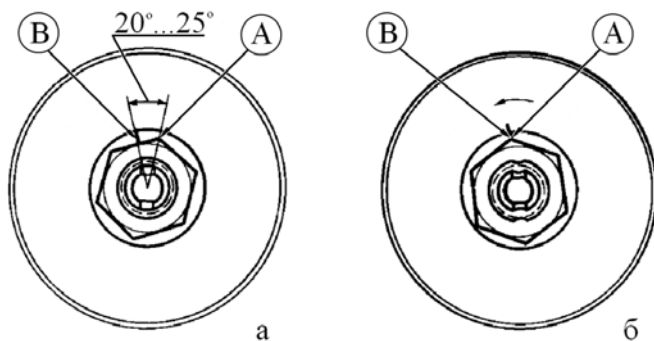

Рисунок 8 – Затягивание и регулировка подшипников ступицы переднего колеса:
7.7 Сделать отметку "В", рисунок 8 а, на шайбе, затем отвернуть гайку на $20^{\circ} \dots 25^{\circ}$ так, чтобы кромка "А" гайки немного не дошла до метки "В", рисунок 8 б (головка сменная 27, ключ моментный).